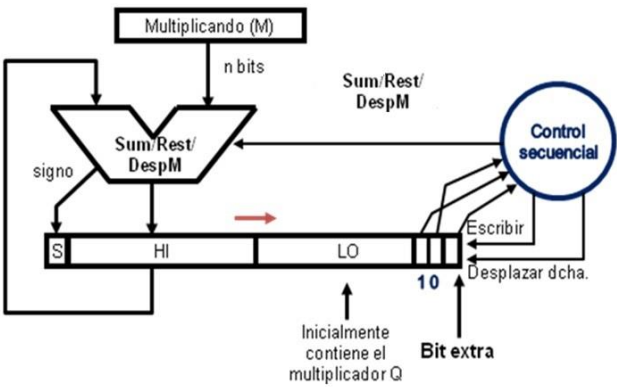

Figura 2
4. (1, 5 puntos) Se dispone de un circuito multiplicador secuencial para números enteros de 32 bits que admite tanto el algoritmo de Booth como el de recodificación por parejas de bits tal y como se muestra en la figura 2. Supóngase que el retardo de las diferentes operaciones involucradas en la multiplicación es el que se indica en la tabla adjunta.